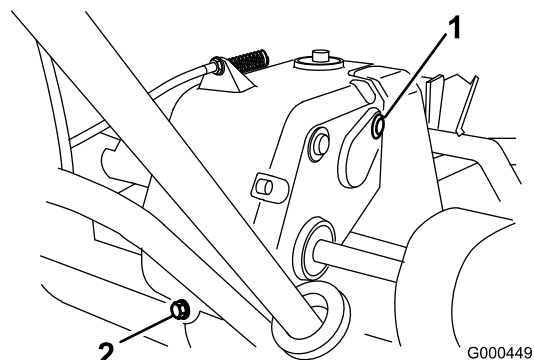

Figure 30
2. Retirez le bouchon de contrôle/remplissage du côté droit de la transmission (Figure 30).